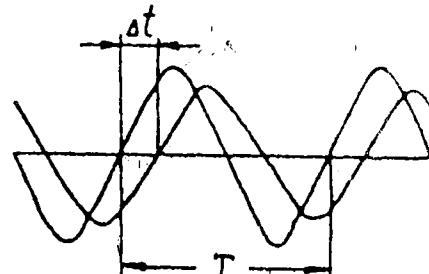

Рис. 9.6
4. Определить угол сдвига фаз между током в цепи и входным напряжением при частоте 20 кГц. Для этого измерить в делениях шкалы экрана осциллографа сдвиг по времени Δt между изображениями двух исследуемых сигналов в период колебаний T (рис. 9.6). Разность фаз рассчитать по формуле
4. Определять угол сдвига фаз между током в цепи и входным напряжением при частоте 30 кГц. Для этого измерить в делениях шкалы экрана осциллографа сдвиг по времени dt между изображениями двух исследуемых сигналов и период колебаний T (см. рис. 9.6). Разность фаз рассчитать по формуле (9.31).